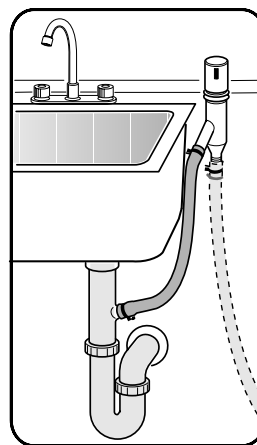

Figure 10
3. Directement sur la connexion du drain sous l'évier par un intervalle d'air, figure 10.